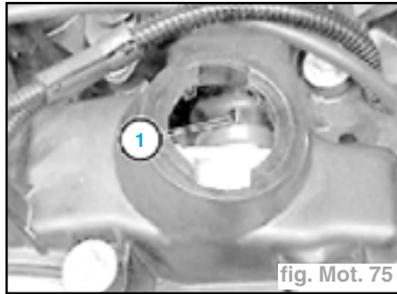

fig. Mot. 75
- Déposer les vis creuses (2) et les canalisations de carburant.
- Ouvrir la tubulure de remplissage d'huile et tourner le moteur dans le sens de rotation jusqu'à ce que l'ergot de fonte (1) de l'arbre à cames d'admission se trouve en haut (fig. Mot. 75).
Nota : Contrôler la position du bossage de l'arbre à cames d'admission (fig. Mot. 75).
Nota : Le bossage (1) de l'arbre à cames d'admission se trouve en haut au PMH d'allumage du 1^{er} cylindre (fig. Mot. 75).